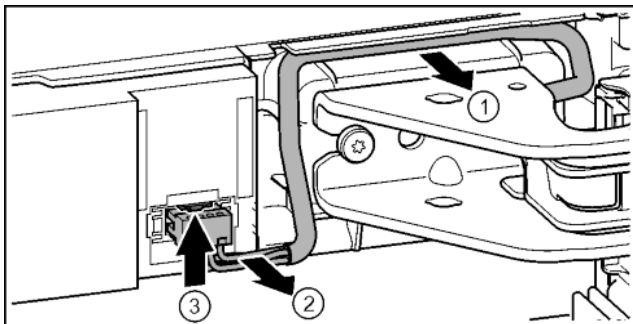

Fig. 21
- ▶ Kabel über Lagerbock vorsichtig aus der Führung lösen. Fig. 21 (1)
- ▶ Kabellitzen vorsichtig aus Kanal ziehen. Fig. 21 (2)
- ▶ Lasche nach oben drücken und Stecker vorsichtig herausziehen. Fig. 21 (3)